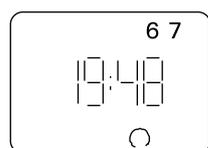

Figure 12.
- appuyez sur le bouton [day] pour la mise en marche du poêle au jour souhaité. (Fig. 12)